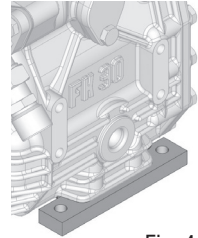

Fig. 4
- A l'état livré, le compresseur est pourvu de pieds de montage (voir fig. 4). En tant qu'alternative, le compresseur peut aussi être vissé directement, sans pieds de montage, sur l'infrastructure.